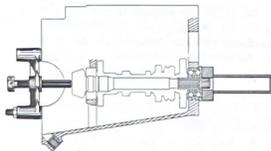

Fig. 3.20.—Colocación de los útiles 3152-T (izquierda de la figura) y MR 3676 para montar el eje de salida-piñón de ataque.
a) Colocar la rueda de reenvío del reductor (57) en la caja e introducir el eje del piñón de ataque. Asegurar su colocación con la ayuda del tornillo tope 3152-T (fig. 3.20).
b) Montar el rodamiento trasero (56), y colocarlo en su sitio con ayuda de un pequeño empujador que apoye sobre las pistas interior y exterior (empujador MR-3676, fig. 3.20). Retirar el tornillo de tope 3152-T. Comprobar el estado plano de la brida (30), y reemplazarla si está alabeada. Montar esta brida intercalando los suplementos. Apretar los tornillos con 2,5 a 3 m.kg (arandela Grower).
e) Montar nuevamente el rodamiento trasero (56) (empujador MR - 3676, fig. 3.20). Para ello es necesario montar el tornillo tope 3152 - T. Apretar la tuerca (31). Montar la brida de sujeción (30) del rodamiento, apretar los tornillos con 2,5 m.kg (para evitar la deformación de la brida). Intercalar una arandela Grower en cada tornillo. Retirar el tope 3152 - T.
f) Comprobar de nuevo la distancia "d" como se ha indicado anteriormente, y modificar el número de suplementos (55) si es necesario.
Terminar la colocación del piñón de ataque con la ayuda del tornillo de tope y empuje 3152 - T (fig. 3.20).
a) Colocar la horquilla de Cuarta (21) en la garganta del sincronizador (29), con la cabeza del tornillo de fijación orientado hacia la izquierda de la caja. Comprobar que el sincronizador está acoplado al reenvío del reductor.
c) Colocar en su sitio el suplemento (51), el piñón del reductor (52) y el rodamiento trasero (20) (utilizar el empujador MR - 3676, fig. 3.20).